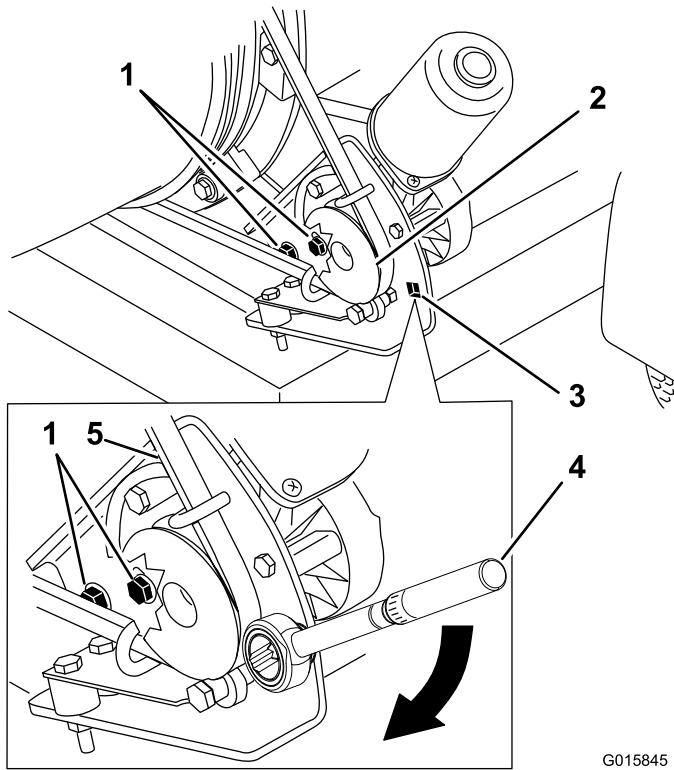

図 29
1. プーリ取り付けブラケットをブローのフレームに固定しているボルトをゆるめる（図 29）。
2. プーリ取り付けブラケットにトルクレンチをセットする (図 29)。
3. ブラケットがノズルから離れる方向にレンチを締めて、締め付けトルクを $22.6-26.0 \text{ Nm}$ ($2.3-2.7 \text{ kg/cm}^2 = 200-230 \text{ in-lb}$) とする (図 29)。